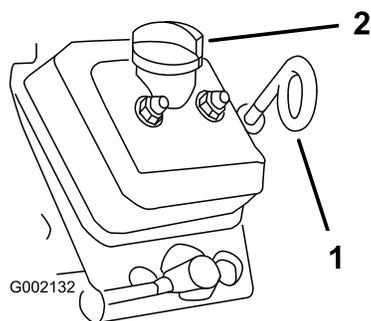

**Figura 15**
- Modelli **07266TC e 07279** – asta di livello dell'olio e becco erogatore (Figura 15).
4. Estraete l'asta di livello dell'olio e pulitene l'estremità (Figura 15 e Figura 16)
5. Inserite a fondo nel tubo di rifornimento l'asta di livello dell'olio (Figura 15 e Figura 16) Estraete l'asta e controllate l'estremità.
6. Rimontate l'asta di livello dell'olio e inseritela a fondo (Figura 15 e Figura 16).